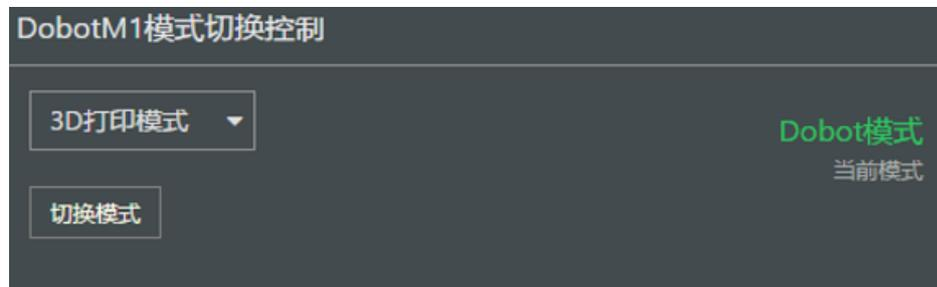

图 6.20 3D 打印切换
- 在首页界面的“Dobot M1 模式切换控制”面板的下拉菜单选择“3D 打印模式”，并单击“切换模式”，如图 6.20所示。